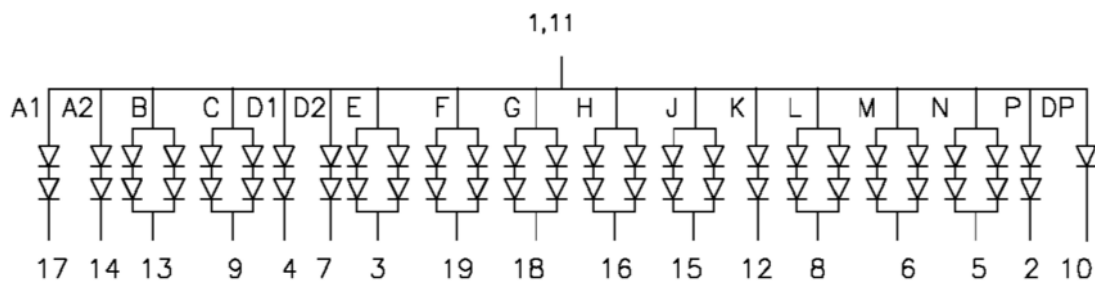

Abb. 4 Eine 16-Segment-Anzeige
13. Kann die in Abb. 4 gezeigte 16-Segment-LED-Anzeige mit 5 V Speisespannung sicher betrieben werden? (Kurze Begründung.) Wie hoch müßte die Speisespannung mindestens sein?